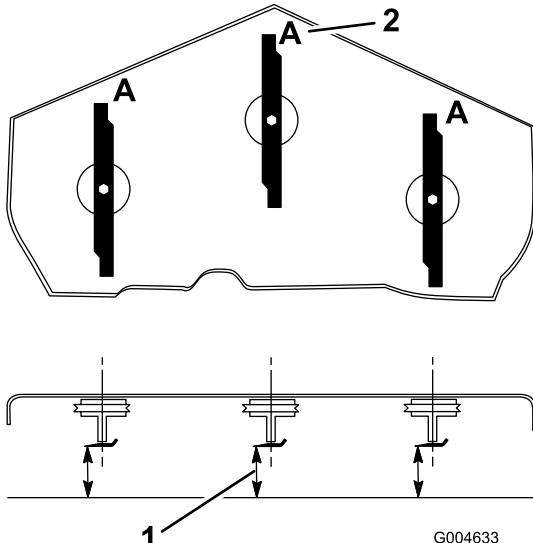

図 74
3. ブレードが前後方向を指すように回転させる(図 74)。A の位置で(図 74)、平らな床面からブレードの刃先までの高さを測る。測定値を記録する。